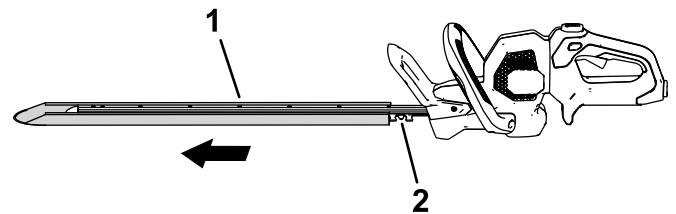

Figure 5
1. Enlevez le couvercle de protection des lames (Figure 5).